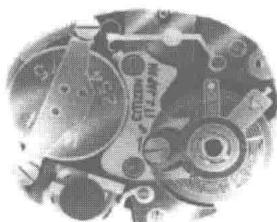

图 1-1-2 西铁城
(1) 第一代 摆轮游丝式电子表（图 1-1-2）。1957 年诞生世界第一只摆轮电子表——汉米尔顿 (Hamilton Ventura) 奇形电子表。